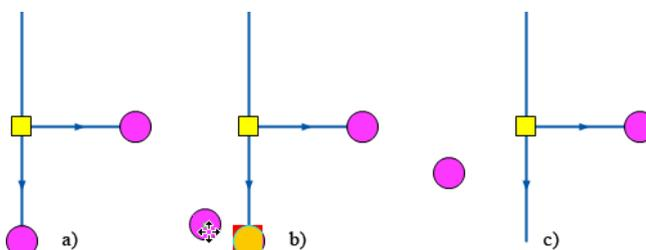

Рисунок 6.2. Перемещение объекта с отрывом от сети
4. Нажать левую клавишу мыши и, не отпуская ее, начать перемещение. (см. Рисунок 6.2, «Перемещение объекта с отрывом от сети» b). После начала перемещения клавишу Shift можно отпустить.
6. Отпустить левую клавишу мыши, для завершения перемещения. (см. Рисунок 6.2, «Перемещение объекта с отрывом от сети»с).